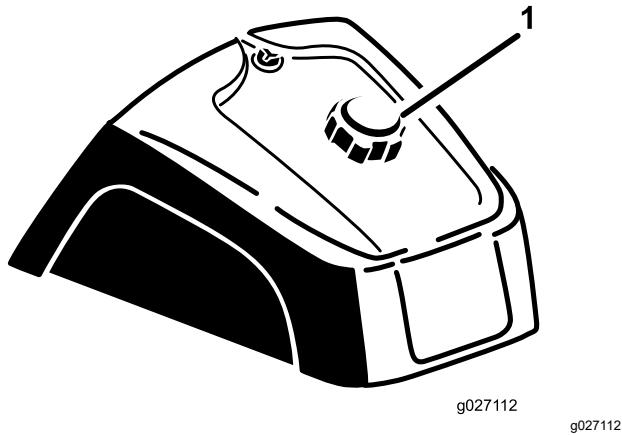

Bild 15
1. Reinigen Sie den Bereich um den Tankdeckel (Bild 15).